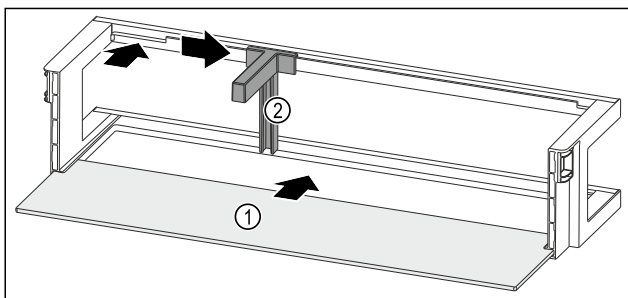

Fig. 53 Рафт на врата с рафт
- ▶ Вкарайте рафта Fig. 53 (1) в страничните прорези.
- ▶ Поставете преградата за бутилки Fig. 53 (2) в прореза.
- ▶ Плъзнете преградата за бутилки Fig. 53 (2) настрани до желаната позиция.